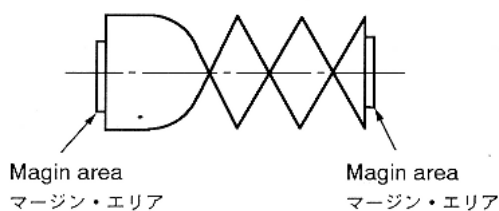

Fig. 5-3
- 1). Turn the P2 post (supply side guide roller) clockwise using a wrench until the margin area on the envelope (supply side) disappears, then turn the guide roller counterclockwise until the margin area reappears. (Refer to Fig. 5-3)
- 1). P2ポスト(入側ガイドローラー)を二股レンチにて右に回し、エンベロープの入側のマージン・エリア部が無くなるまで下げ、今度はガイドローラーを左に回し、マージン・エリア部が出るまで戻す。(Fig. 5-3参照)